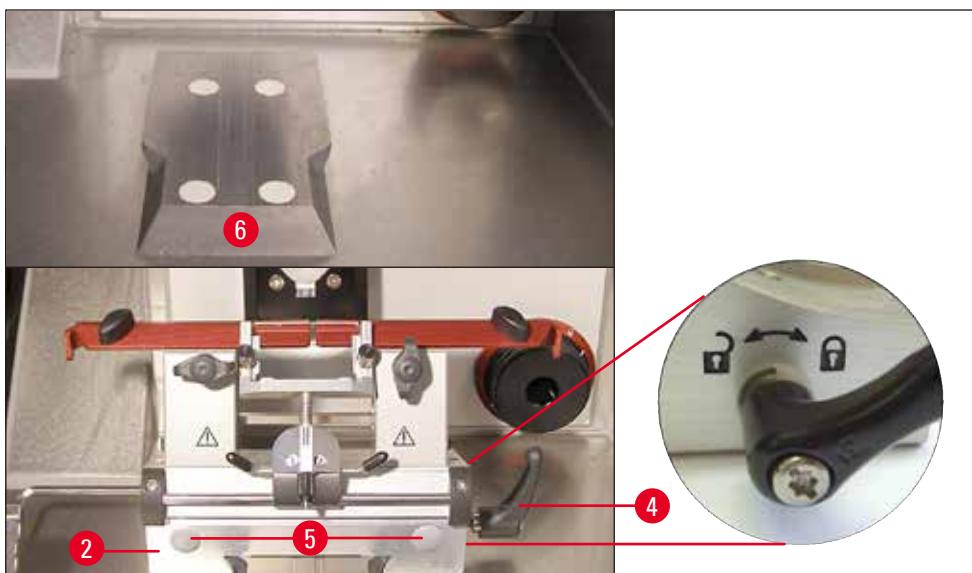

图 21
- 将刀架底座 (→ 图 21-2) 从正面推入楔形榫头导轨 (→ 图 21-6), 用锁杆 (→ 图 21-4) 紧固。顺时针 (朝向闭锁符号) 移动刀架底座右侧的锁杆 (详情请参见 (→ 图 21))。若要移动底座, 只能稍稍打开锁杆, 以防意外滑向样品头! 逆时针 (朝向开锁符号) 移动刀架底座右侧的锁杆 (详情请参见 (→ 图 21))。